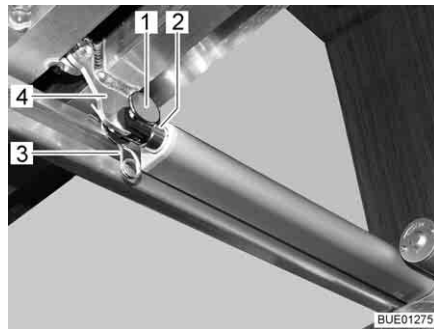

Fig. 111 Accionamiento
- Separar la unión (p. ej. perno y pasador elástico (Fig. 111,1 y 3)) entre la biela (Fig. 111,2) y el somier (Fig. 111,4).